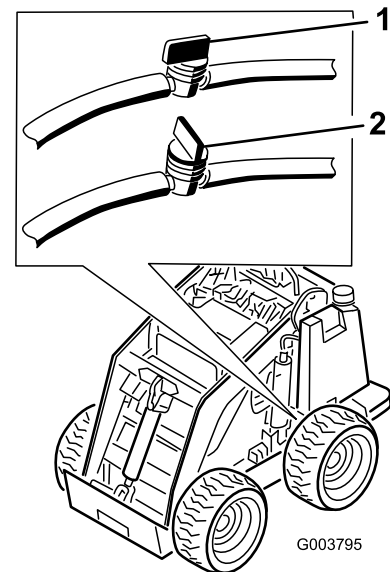

図 33
2. 燃料タンクの下にある燃料バルブを閉じる（図 33）。
8. 燃料タンクの下にある燃料バルブを開ける（図 33）。
3. 燃料タンクの下にあるホースについている燃料バルブを閉じる（図 33）。
10. 燃料タンクの下にあるホースについている燃料バルブを図 33に示すように開く。